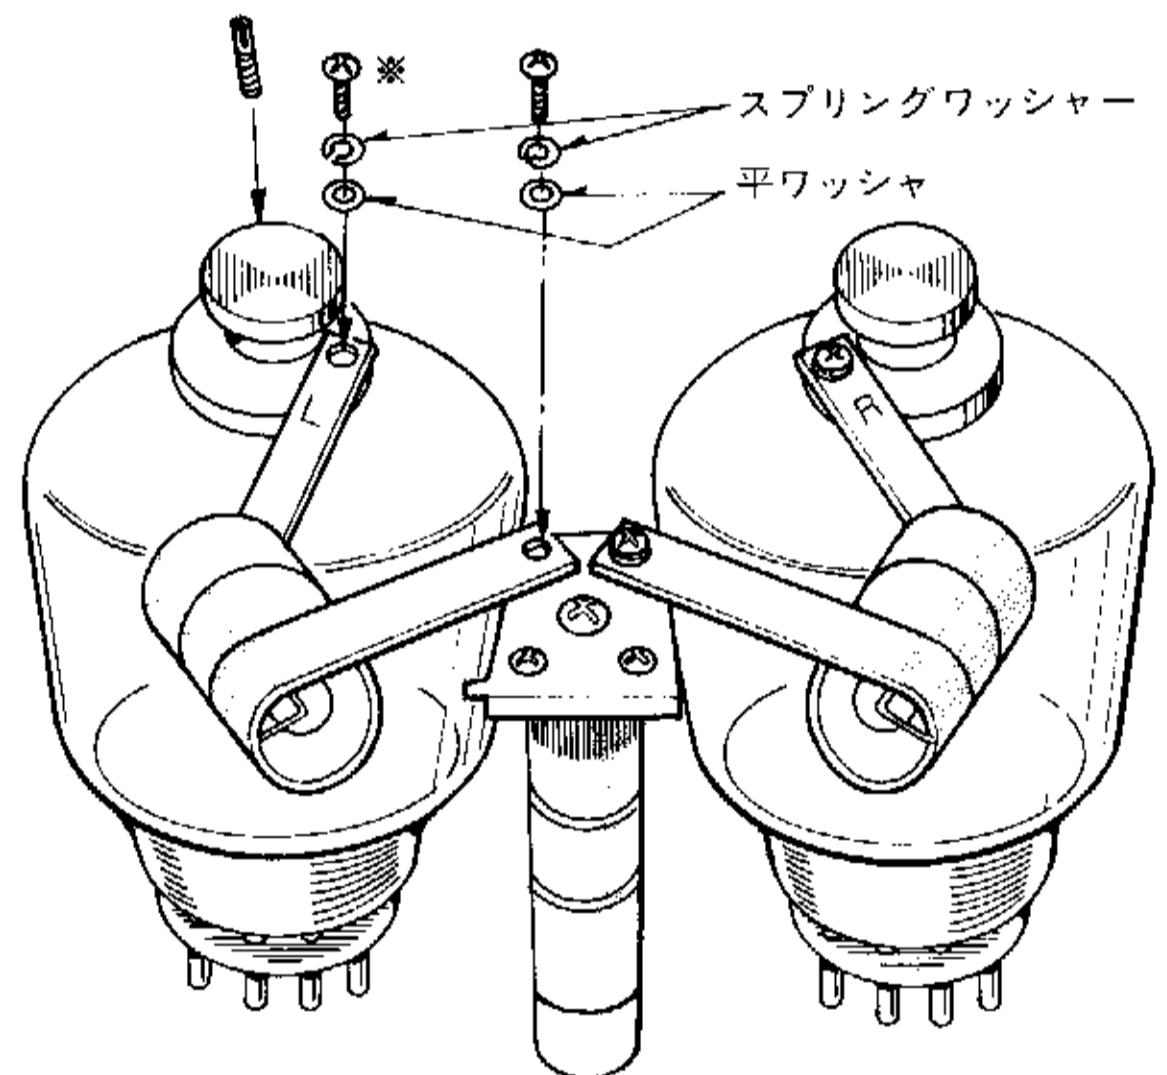

図3 プレートキャップへコイルを取り付ける方法
- ④ プレートキャップへパラ止めコイルをL, Rの文字が上面となるように取り付けます。この場合、4φネジとスプリングワッシャーで完全に締めつけず、コイルが動かせる程度に締めつけます。(図3参照)
- ⑤ パラ止めコイルのついたプレートキャップを真空管に差し込みます。左右の区別に注意して下さい。このとき取付けのネジ孔が一致しない場合は、パラ止コイルを手で曲げたり、伸ばしたりして加工し、無理なく取付けられるようにして下さい。またプレートキャップより上に出ないように取付けて下さい。特に真空管に力が加わらないように注意して下さい。
- ⑥ プレートキャップを手で支えながら、パラ止めコイルの両端のネジを締めつけます。
- ⑦ 小型 ⊖ ドライバーで、プレートキャップのネジを締めつけ、真空管に固定します。
- ⑧ 取付けに間違いがないか、図3を参照し確認して下さい。